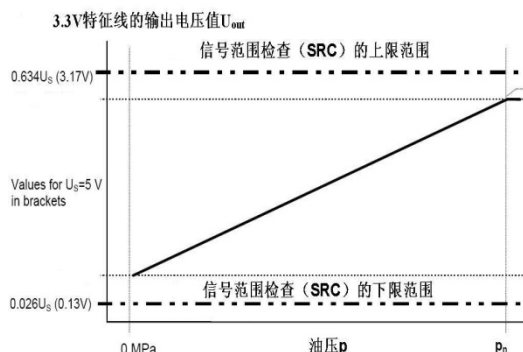

图3-33 油压函数的输出电压 (3.3V特征线)
3.3V特征线的输出电压值 $U_{\text{out}}$ 如图3-33所示: